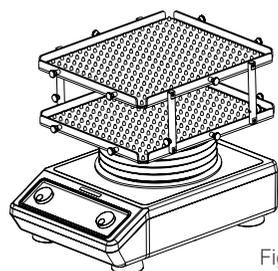

Figura 2
2. Coloque las dos bandejas en las barras de apilamiento en la posición de la A1 a la A4 como se muestra en la figura 2.